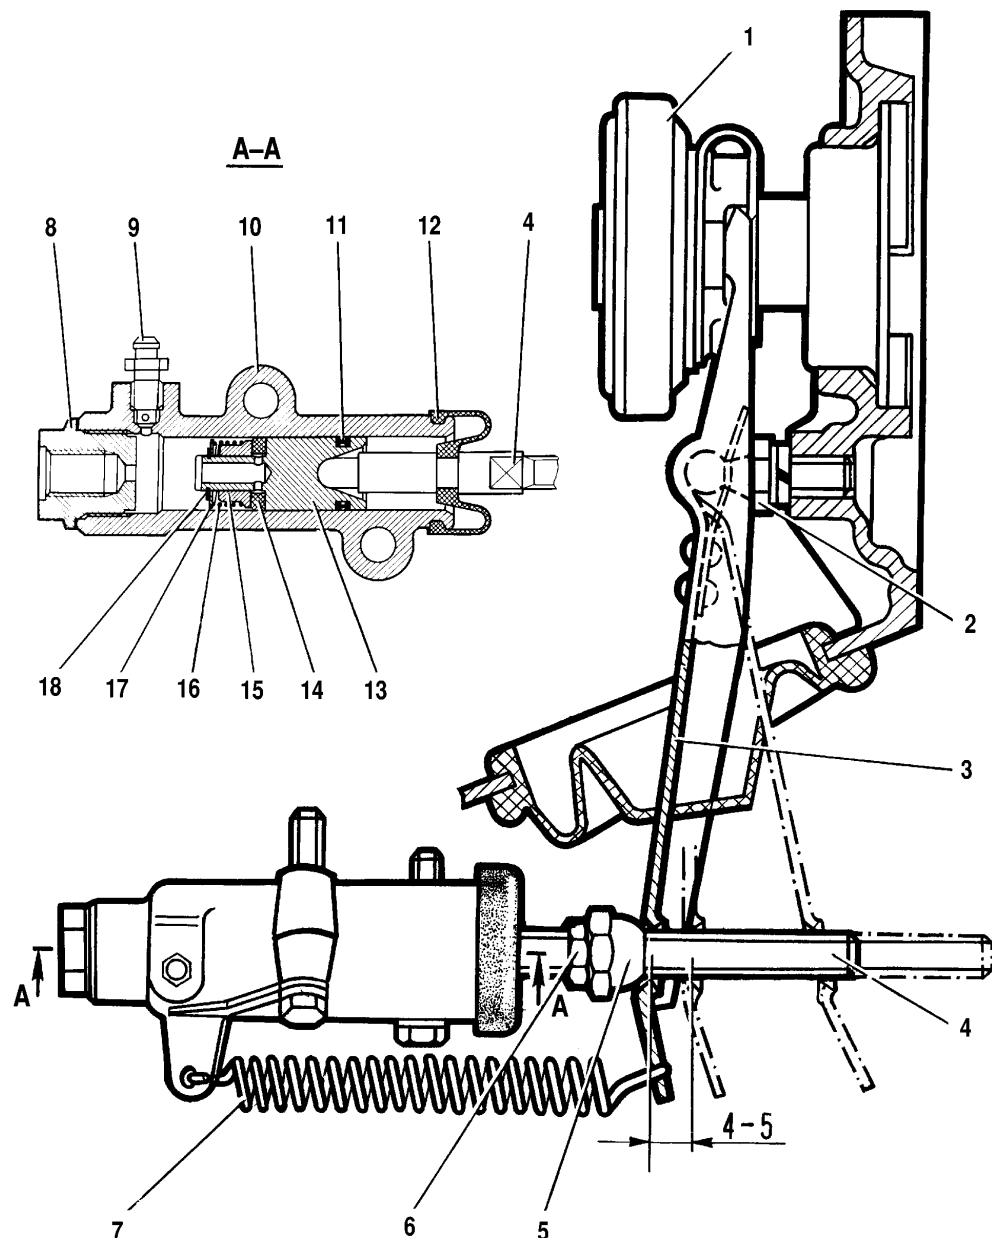

Fig. 3-3. Cylindre de commande et chapes de débrayage:
- course libre du poussoir de chapes d'embrayage qui compose 4-5 mm, est réglé par l'écrou 5 (fig. 3-3), qui se fixe à son tour par contre-écrou 6. La valeur de la course libre du poussoir est contrôlée par un calibre spécial.
- engager le flexible sur la tête du raccord 9 (fig.3-3) du maître-cylindre et introduire son extrémité libre dans le récipient avec du liquide pour la commande hydraulique (30-50 g).
Avant tout, vidanger le liquide de service. L'un des bouts du flexible à emmancher sur un raccord d'échappement d'air 9 du cylindre moteur (fig.3-3), l'autre embout à introduire dans le récipient propre; dévisser le raccord 9 à mi-tour ou trois quart et pousser la pédale jusqu'à que le liquide du système hydraulique ne sera dégagé; ensuite désaccoupler des tubes reliant le maître-cylindre et cylindre moteur, désattacher le ressort de rappel 7, dégager la goupille de l'extrémité du poussoir; après avoir dévissé deux boulons, déposer le cylindre moteur.